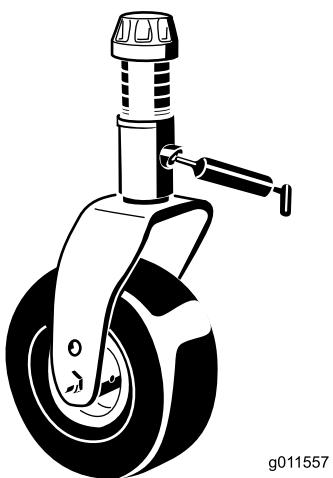

Figura 22
Albero delle ruote orientabili (2) (Figura 22)